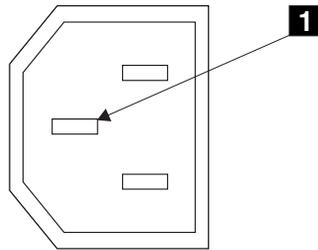

図 2. 接地ピン
6. SAN ボリューム・コントローラー 2145-8F4 のフレームと各電源コネクターのアース・ピンの導通を検査する。アース・ピンは、図 2 では **1** と示されています。